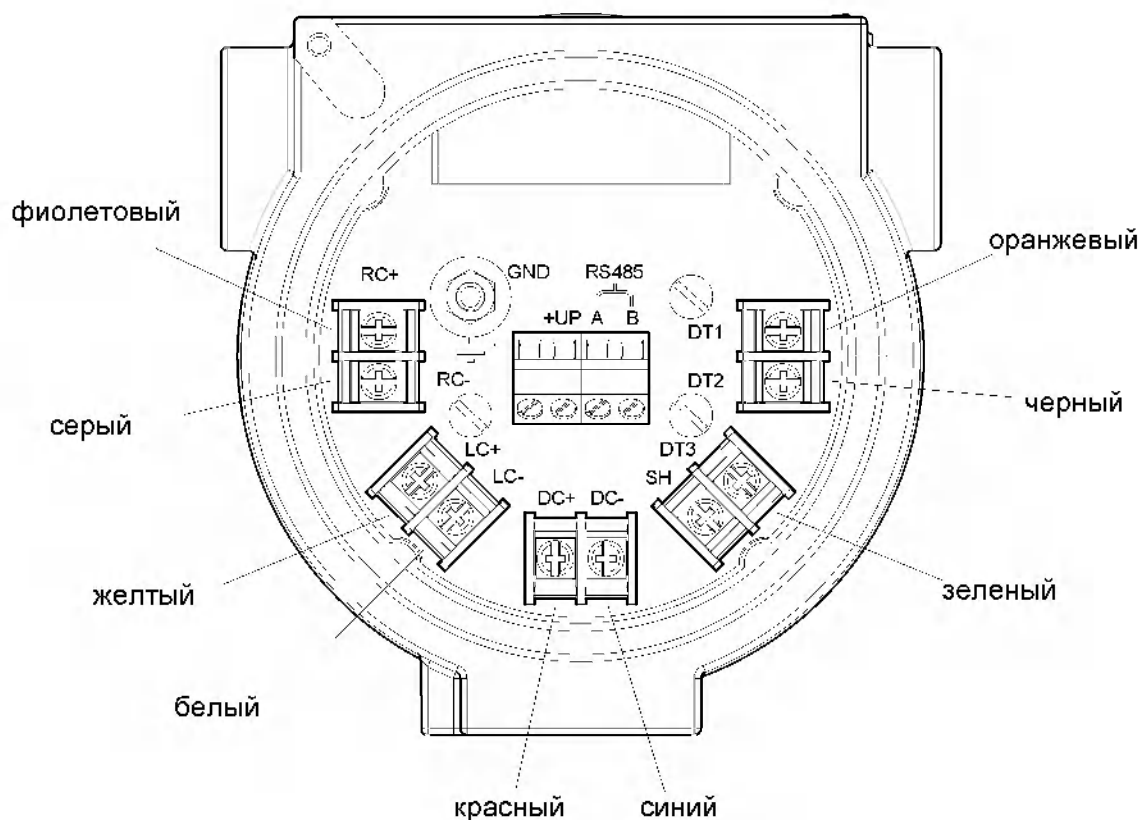

Рисунок 2.5 – Клеммная колодка для подключения специального кабеля.
5) Зажмите девять проводов кабеля в клеммные колодки в соответствии с цветами изоляции (рисунок 2.51);
- 5) Зажмите девять проводов кабеля в клеммные колодки в соответствии с цветами изоляции (рисунок 2.5).
- 5) Подсоедините экранировку кабеля к клемме SH (рисунок 2.5);
9) Зажмите четыре провода кабеля в клеммные колодки так, чтобы одна витая пара была подключена к клеммам «RS485 A, B», вторая витая пара должна быть подключена к клеммам «+UP» и «GND» (рисунок 2.5);
10) Подсоедините экранировку кабеля к винту заземления внутри корпуса ИМ (рисунок 2.5);
- 5) Зажмите четыре провода кабеля в клеммные колодки в соответствии со схемой монтажа, выбранной в п.2.2.10 (рисунок 2.5);
- 6) Если для подключения используется экранированный кабель, подсоедините экранировку к винту заземления внутри корпуса клеммной коробки (рисунок 2.5);